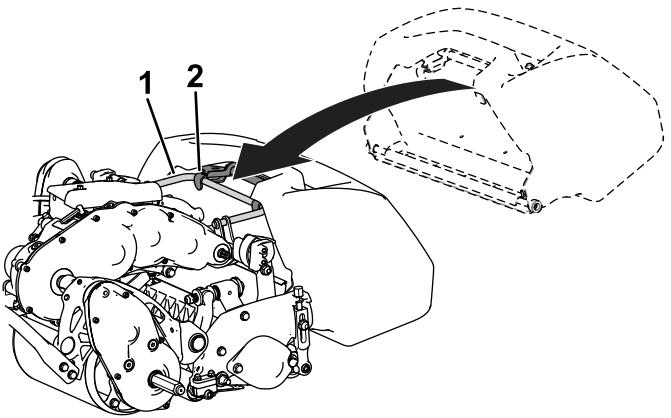

Рисунок 4
- Вставьте край травосборника между боковыми пластинами режущего блока и над передним валиком (Рисунок 4).
3. Зацепите крюки травосборника за петлю рамы (Рисунок 4).